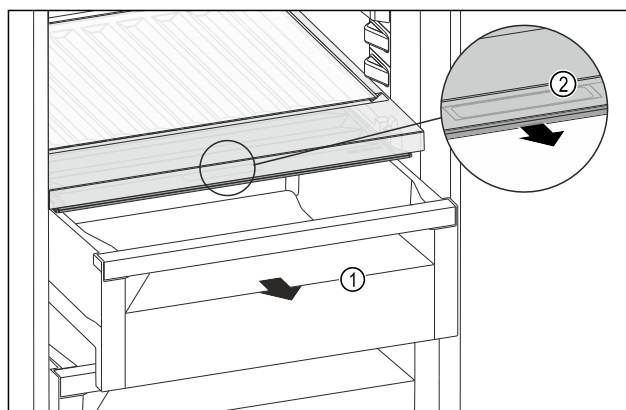

Fig. 168
- Retirer le tiroir Fig. 168 (1).
- Saisir la poignée encastree Fig. 168 (2) du couvercle du compartiment et tirer le couvercle du compartiment par l'avant.